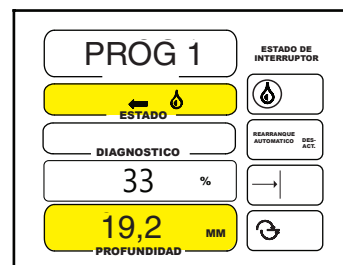

Figura 74-1
3. Configure con el parámetro agua sí y la profundidad de agua para el sector. Vea la Figura 74-1.